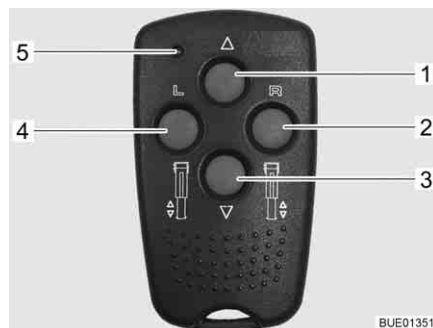

Bild 52 Fernbedienung für elektrische Hubstützen
- Vorwahl: Hubstütze links (Bild 52,4)
- Vorwahl: Hubstütze rechts (Bild 52,2)
- Hubstütze einfahren (Bild 52,1)
- Hubstütze ausfahren (Bild 52,3)
- Kontroll-LED (Bild 52,5)
Bei jeder Tastenbetätigung blinkt die Kontroll-LED (Bild 52,5).
- Vorwahl-Taste für die Hubstützenseite (Bild 52,2 oder 4) ca. 1 Sekunde lang drücken.
- Innerhalb von 2 Sekunden die Taste "Hubstütze ausfahren" (Bild 52,3) drücken und so lange halten, bis der Stützfuß (Bild 54,4) auf dem Boden aufliegt.
- Innerhalb von 2 Sekunden die Taste "Hubstütze einfahren" (Bild 52,1) drücken und so lange halten, bis der Stützfuß (Bild 54,4) komplett einfahren ist. Wenn die Hubstütze komplett eingefahren ist, ertönt ein Kontrollsignal.